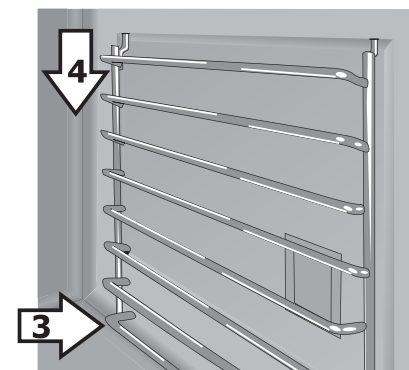

Figure 4:
3. Insérez les tiges inférieures dans les trous situés au bas de la cavité (Figure 4).
4. Faites glisser le support vers le bas dans les trous inférieurs. Il est possible que vous ayez à appliquer une certaine force (Figure 4).